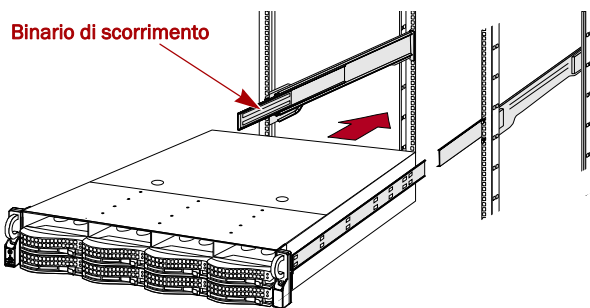

Figura 9. Inserimento dell'array di espansione nel rack
- Accertarsi che i **binari** di scorrimento siano nella parte **anteriore** (Figura 9).